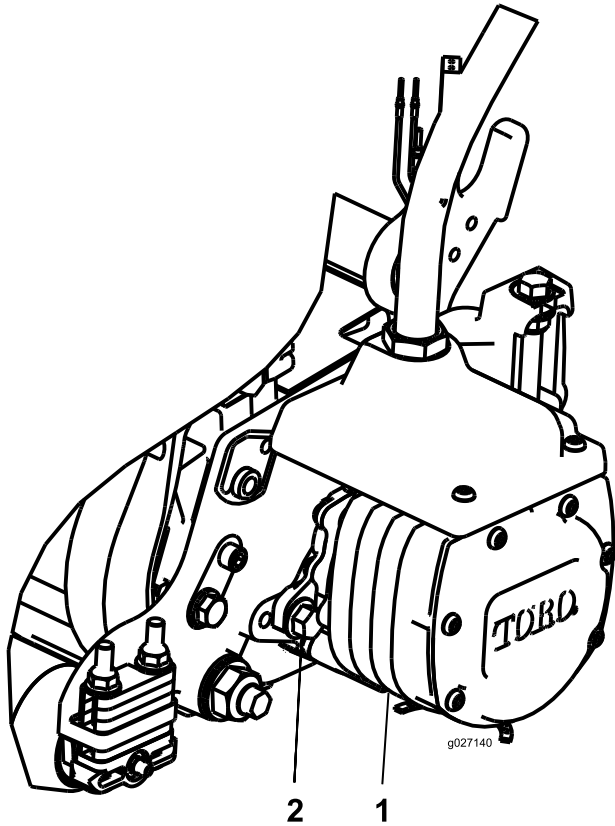

Figura 11
14. Instale el motor girándolo en el sentido de las agujas del reloj de modo que las bridas del motor no choquen con los pernos (Figura 11). Gire el motor en el sentido contrario a las agujas del reloj hasta que las bridas rodeen los pernos, luego apriete los pernos.